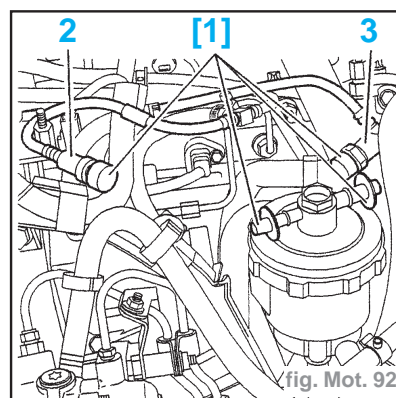

fig. Mot. 92
- Écarter les raccords (2) et (3) (fig. Mot. 92).